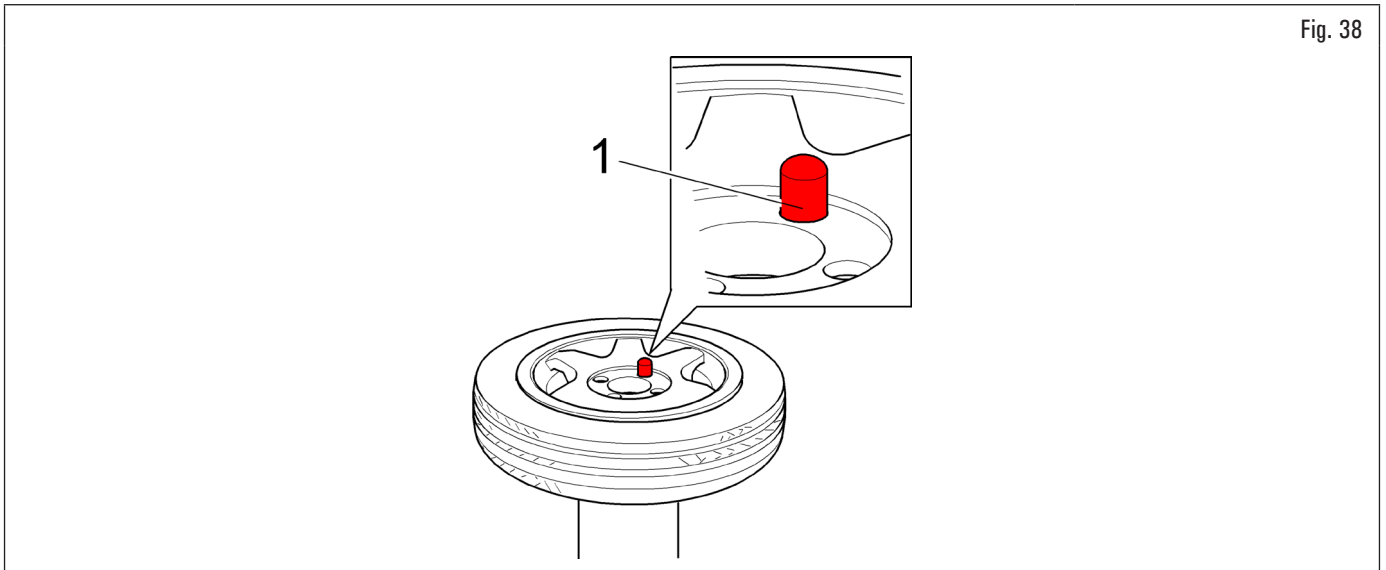

Fig. 38
1. cargar la rueda con el elevador lateral en la placa de goma del mandril, de manera que el perno jalador (Fig. 38 ref. 1) encaje en uno de los orificios de la llanta;